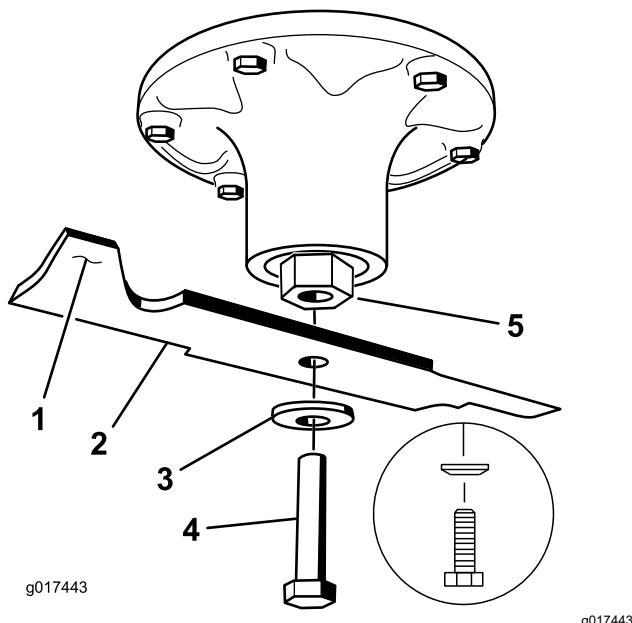

Figure 101
2. Enlevez de l'axe le boulon, la rondelle bombée et la lame (Figure 101).
1. Placez la lame sur l'axe (Figure 101).
2. Montez la rondelle bombée et le boulon de lame (Figure 101).